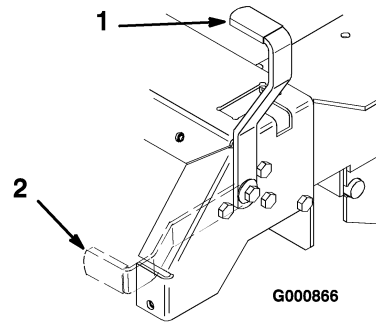

Bild 7
2. Ziehen Sie den Feststellbremshebel nach hinten und oben, um die Feststellbremse zu aktivieren (Bild 7). Der Feststellbremshebel sollte fest in der aktivierten Stellung bleiben.
Drücken Sie den Feststellbremshebel nach vorne und unten, um die Feststellbremse zu lösen (Bild 7).